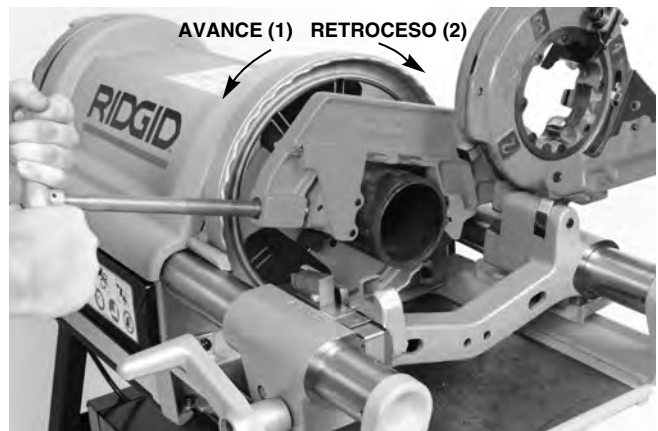

Figura 21 – Corte de un tubo con el cortador 764: rotación de la máquina
4. Con las dos manos, agarre la manilla del tornillo de alimentación (Figura 21).